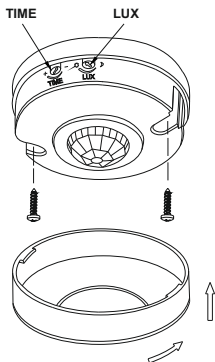
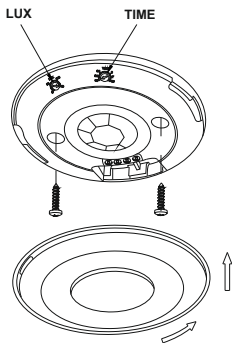

Рисунок 1 – Датчик движения ДД 025, ДД 027
Рисунок 2 – Датчик движения ДД 026
- повернуть против часовой стрелки защитную крышку датчика. Снять крышку (рисунок 1, рисунок 2);